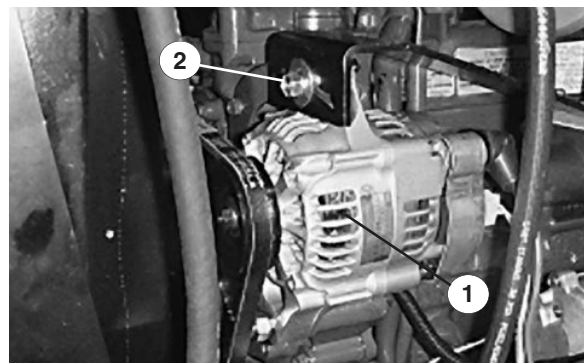

Figure 29
1. Etat et tension—Vérifiez l'état et la tension de la courroie (Fig. 29) toutes les 100 heures de service.